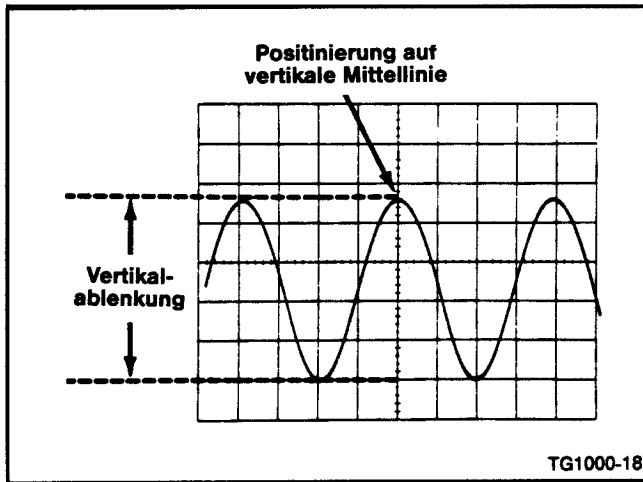

Abb. 2-3. Messung der Spitzenspannung eines Signals.
4. Stellen Sie die Lage der Darstellung mit Hilfe des Reglers POSITION so ein, daß der untere Signalteil parallel zu einer der sich unterhalb der Mittellinie befindlichen Rasterlinie dargestellt wird und der obere Teil des Signals noch im Darstellungsbereich liegt. Verschieben Sie die Darstellung mit dem horizontalen Lageregler so, daß eine der oberen Spitzen deckungsgleich zur vertikalen Mittellinie dargestellt wird (siehe Abb. 2-3).